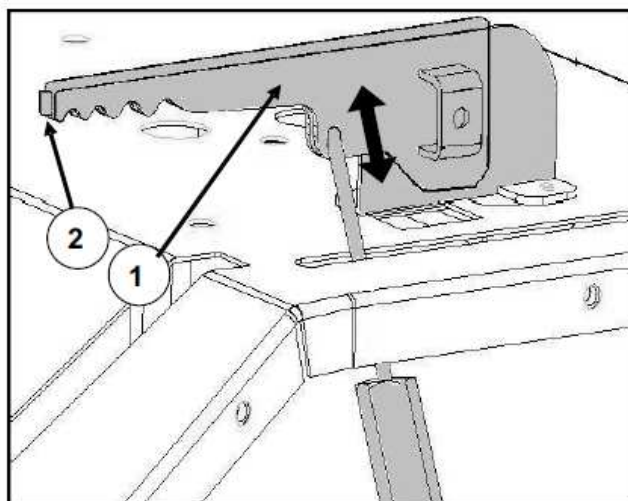

Fig. 4-14
- Puxe a alavanca (1-Fig. 4.14) por completo para acionar o travão de estacionamento.
Puxe a alavanca levemente (1), empurre o botão (2), deixe a alavanca para baixo e solte o botão (Fig. 4.14).